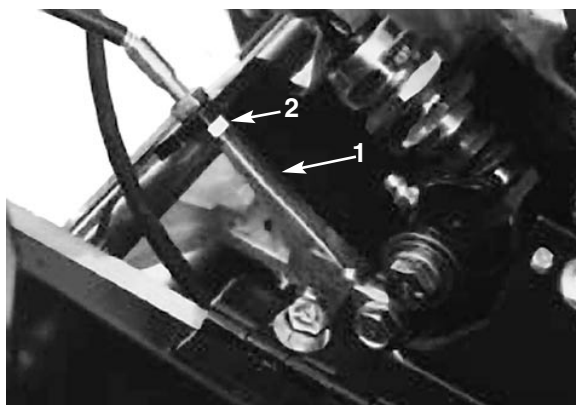

Bild 35
3. Lockern Sie, um die Zugspannung zu erhöhen, die vordere Bowdenzug-Klemmmutter und ziehen diese wieder fest (Bild 35), wenn ein Kraftaufwand von 4–7 Nm zum Aktivieren der Fahrtriebsbedienung erforderlich ist. Messen Sie den erforderlichen Kraftaufwand am Schalthebel.
3. Lockern Sie, um die Zugspannung zu erhöhen, die vordere Bowdenzug-Klemmmutter und ziehen diese wieder fest (Bild 35), wenn ein Kraftaufwand von 4–7 Nm zum Aktivieren der Bremse erforderlich ist. Messen Sie den erforderlichen Kraftaufwand am Schalthebel. Ziehen Sie den Zug nicht *zu* fest, sonst schleift die Bremse.